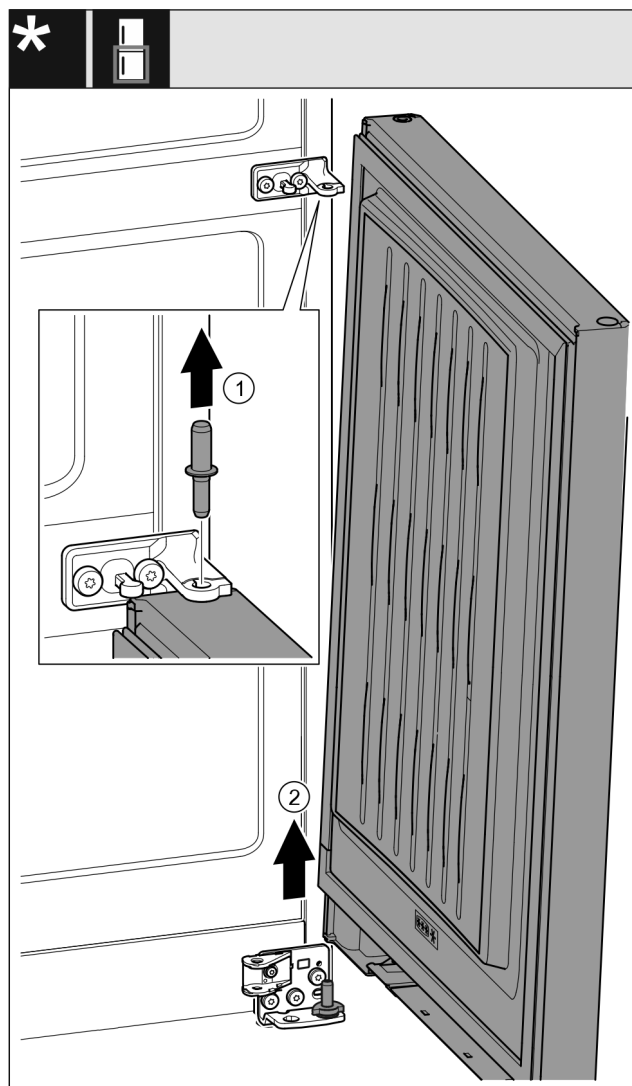

Fig. 27 Z blažilnikom za zapiranje vrat*
- Izvlecite sornike Fig. 27 (1) v smeri navzgor.*
- Vrata Fig. 27 (2) obrnite navzven, jih povlecite navzgor in postavite na stran.*